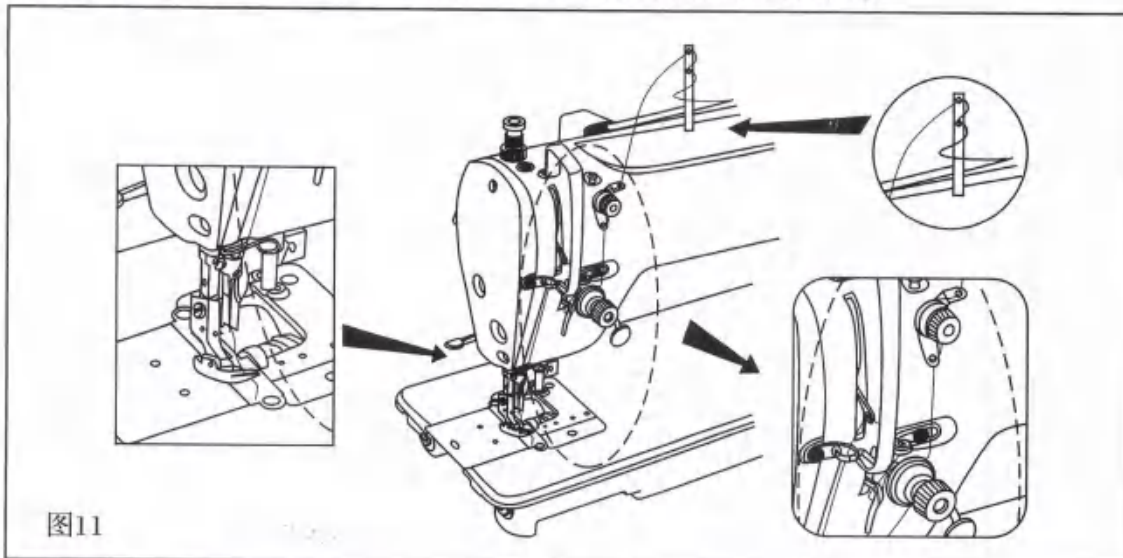

图11
9. 面线的穿法(图11) THREADING THE MACHINE HEAD (FIG.11)